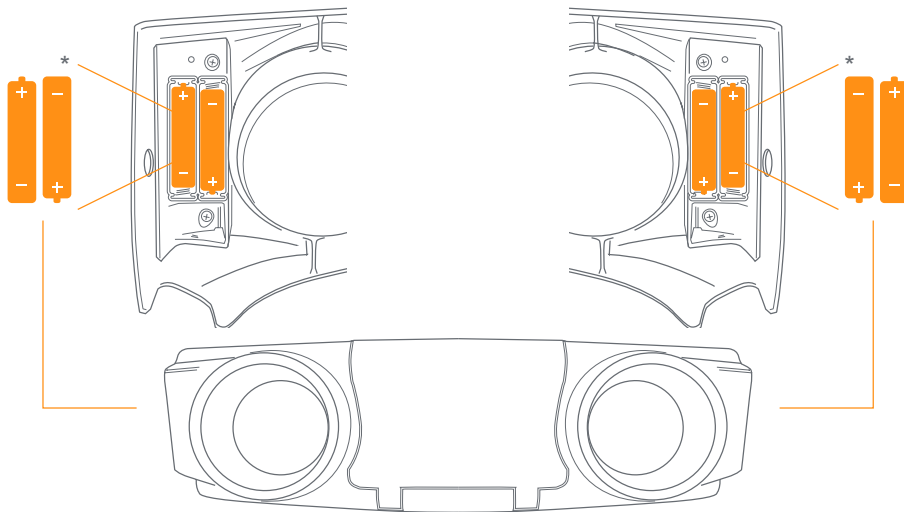
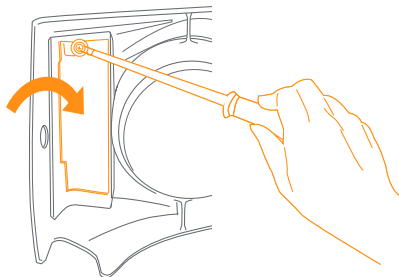
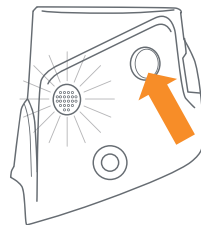

Fig. 9b
Fig. 9c
Fig. 9d
- Repeat for the other side (Fig. 9b). Secure the lid and screw it closed (Fig. 9c). Test the on and off button to activate the LED Lights on each side (Fig. 9d).
- Repítelo para el otro lado (Fig. 9b). Asegure la tapa y atornille su cierre (Fig. 9c). Compruebe los botones de encendido y apagado para activar las luces LED en cada lado (Fig. 9d).